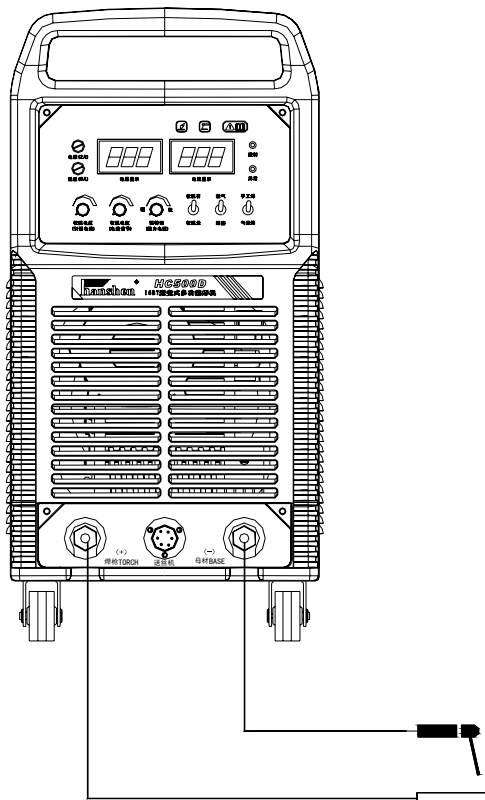
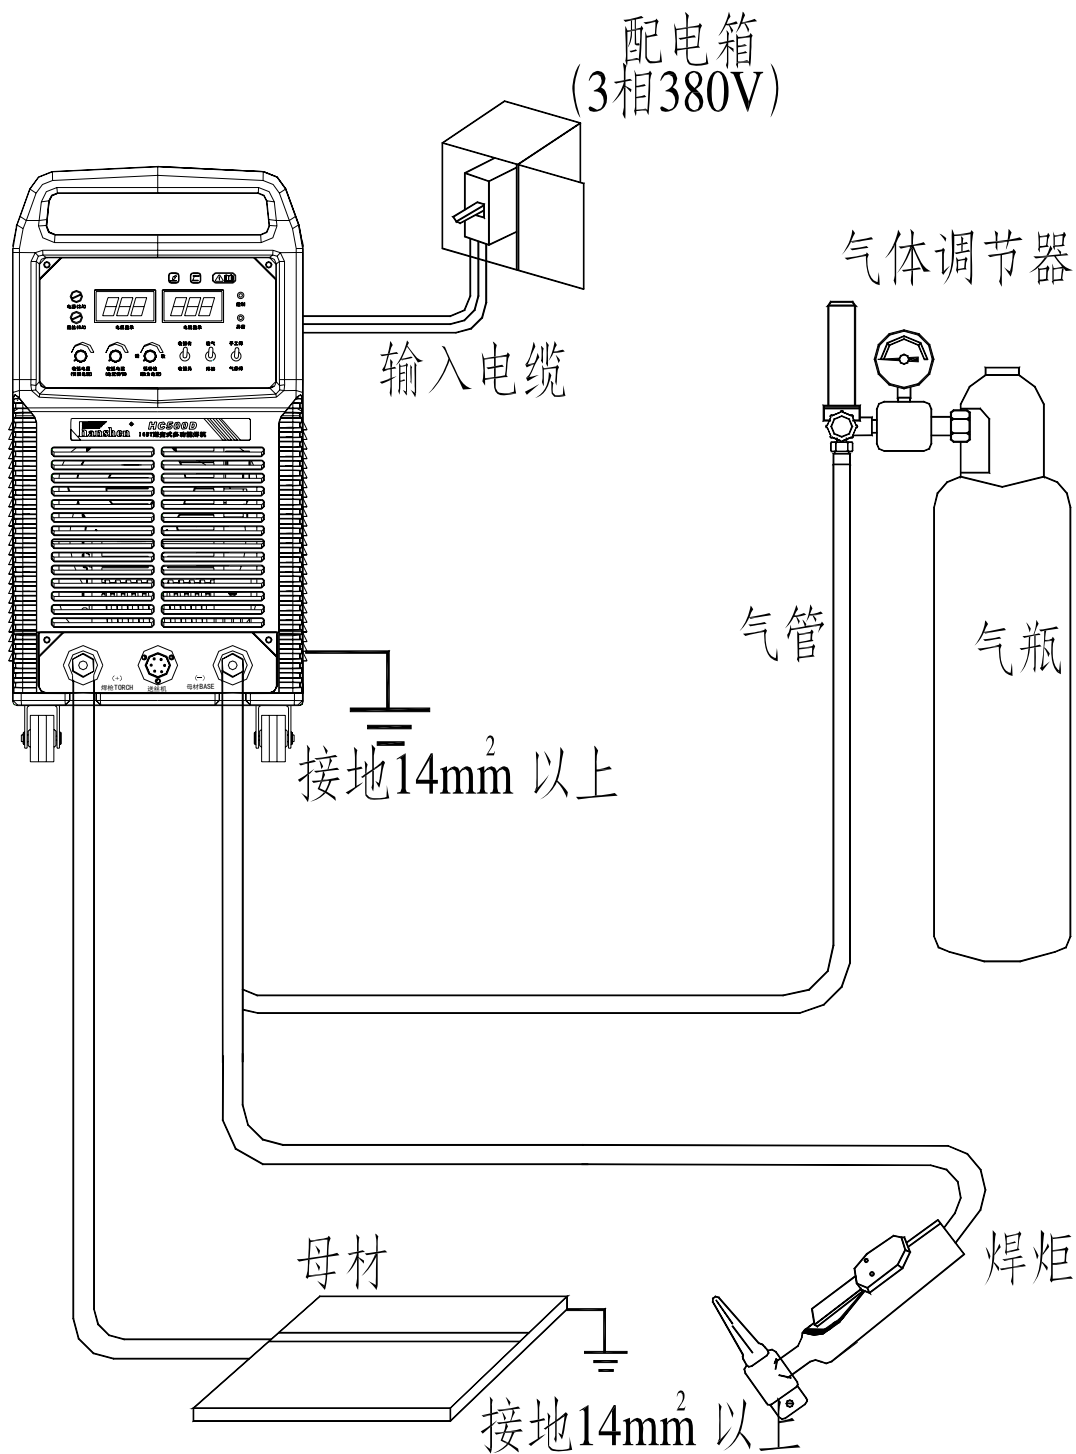

图 2 手工焊连接示意图
图 3 氩弧焊连接示意图
HC500D 系列焊机外部电气连接如图 1、图 2、图 3 所示。
- (1) 按照图 2 的连接方式连接好焊机；
- (2) 打开小面板，将功能转换开关设置为“手工焊”；
- (3) 将配电箱电源开关扳至“开”位置，焊机的“控制”指示灯亮，风机转动；
- (4) 根据不同工作需要选用合适的焊条；
- (1) 按照图 3 的连接方式连接好焊机;
- (2) 将功能转换开关设置为“手工焊”;
- (3) 将配电箱电源开关扳至“开”位置, 焊机的“电源”指示灯亮, 风机转动;
- (4) 根据不同工件需要选用合适的钨针、填充焊丝;
- (5) 调节焊枪流量开关, 选择合适的流量大小, 不用时将焊枪流量开关关闭;